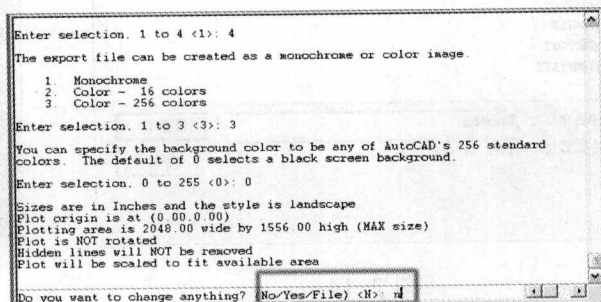

图 2-9
(8) 在如图 2-9 所示的文字窗口中会弹出“Do you want to change anything?”信息行问是否改变设置，在信息行后输入“N”，然后按【回车】键确定。